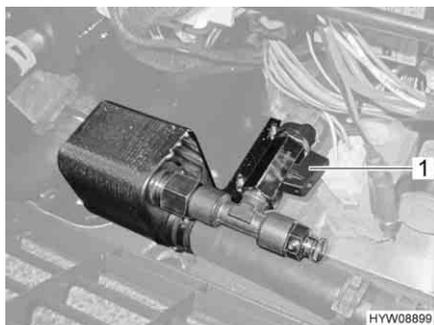

Fig. 127 Scambiatore di calore (Alde)
**Accensione:** ■ Posizionare la maniglia (Fig. 127,1) del rubinetto di chiusura parallelamente alla tubazione.
**Spegnimento:** ■ Posizionare la maniglia (Fig. 127,1) del rubinetto di chiusura verticalmente rispetto alla tubazione.